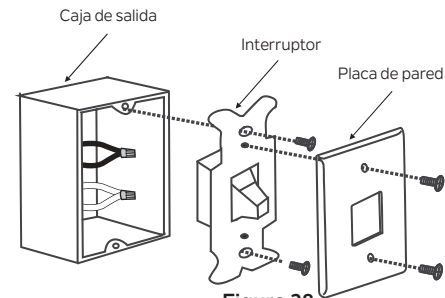

Figura 28
Paso 1. Retire la placa de pared existente y el interruptor antiguo de la caja de salida de pared. (Figura 28)
nuevamente en la caja de salida de pared. (Figura 28)